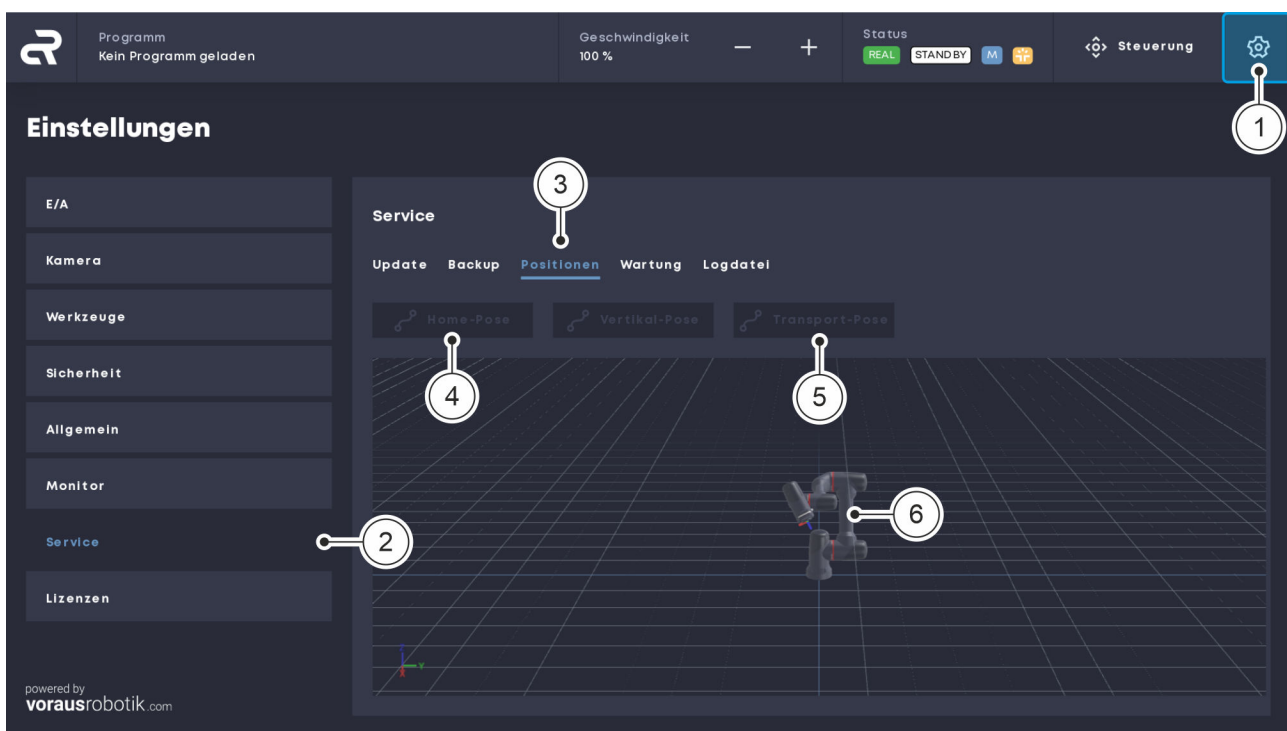

Abb. 43 Transportposition anfahren
01. In der Navigationsleiste auf das Zahnradsymbol klicken Abb. 43 / ①, um das Menü „Einstellungen“ zu öffnen.
02. Im Menü „Einstellungen“ auf die Schaltfläche „Service“ in der linken Registerkarte klicken, um das Fenster der Serviceeinstellungen zu öffnen Abb. 43 / ②.
03. Im Menü „Service“ die Registerkarte „Positionen“ auswählen Abb. 43 / ③.
04. Auf die Schaltfläche „Home-Pose“ klicken und gedrückt halten, bis die Home-Position erreicht ist Abb. 43 / ④.